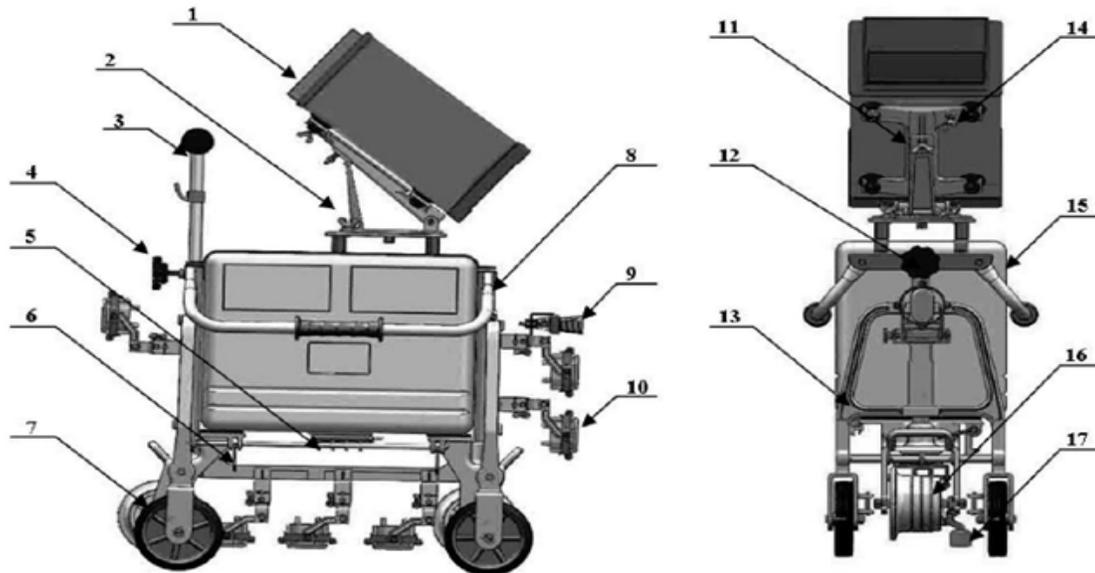

Fig. 1-4 Sistema
- Ajuste de la elevación: afloje la tuerca de fijación de elevación (consulte la Fig. 1-4 parte 11), levante el sistema a un ángulo de elevación adecuado y fije la tuerca.
- Ajuste de la rotación de nivel: afloje la tuerca de fijación de rotación de nivel (consulte la Fig. 1-4 parte 2), gire el sistema a un ángulo fácil de observar y luego fije la tuerca.
Antes de desmontar la unidad principal, se deben extraer todos los conectores conectados a la unidad principal. Luego ajuste el ángulo de elevación del sistema a alrededor de 45 °, aflojando el tornillo de fijación de la unidad principal, tire de la unidad principal en la misma dirección de elevación (consulte la Fig. 1-4). Ensamblar la unidad principal en la secuencia opuesta.